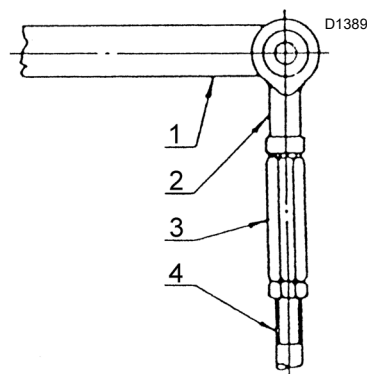

Fig. 14
- détacher la rotule 2)(Fig. 14) du levier 1) ;